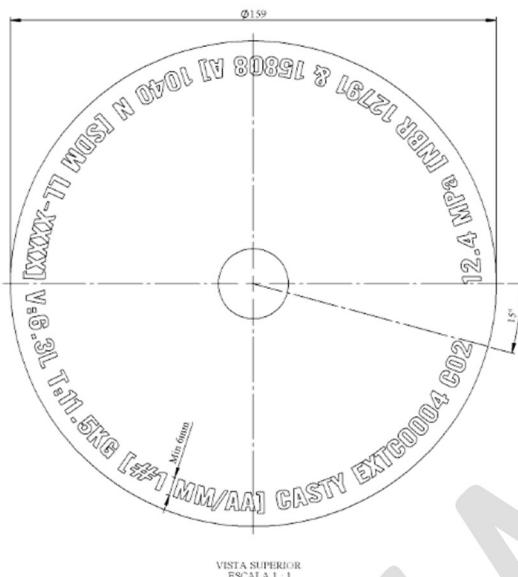

Figura 8: Marcação no cilindro do CO2
- f)** Verifique a data de fabricação do cilindro, que está localizada no conjunto de marcação na parte superior do mesmo (vide figura 8). Se a data de verificação no cilindro for superior a 5 anos com relação a data atual da verificação, é obrigatório submeter o cilindro ao ensaio hidrostático.